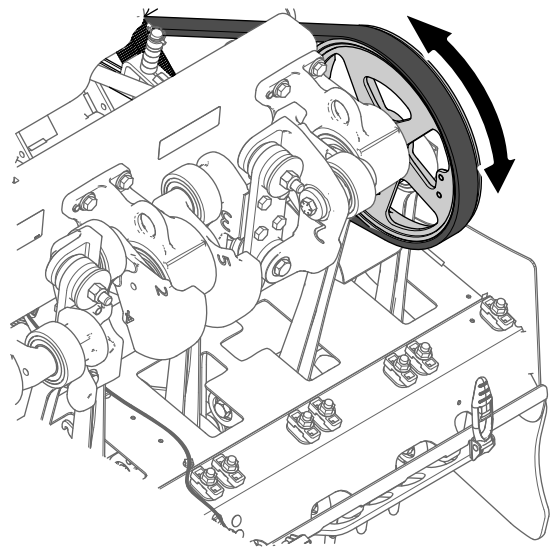
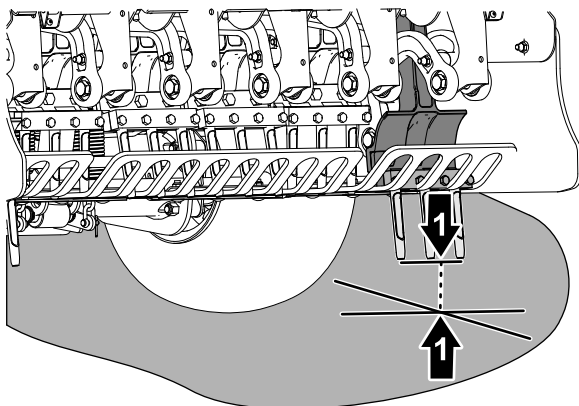

Bild 59
Bild 60
4. Drehen Sie die Riemenscheibe des Aerifizierungskopfs (Bild 59), bis die äußersten Tines am nächsten zum Boden ausgerichtet sind (Bild 60).